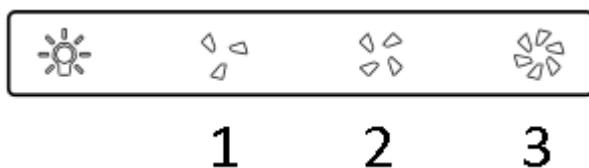

Рис.5
7.3 На декоративному склу Вашої витяжки знаходиться сенсорний перемикач режимів роботи двигуна і ламп освітлення (рис.5):